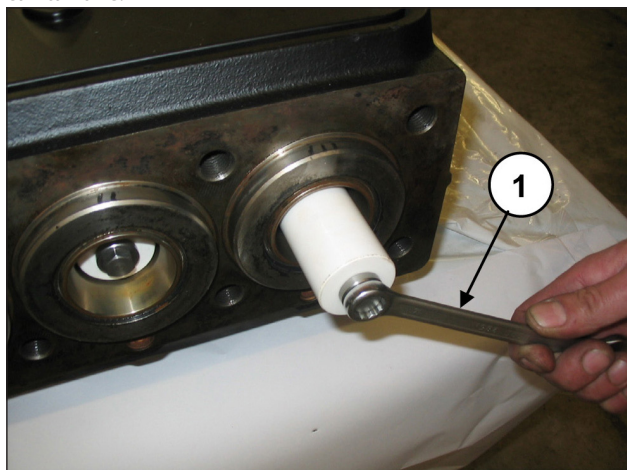

Fig. 132
Provvedere allo smontaggio dei pistoni svitando le viti di fissaggio (pos. ①, Fig. 132).